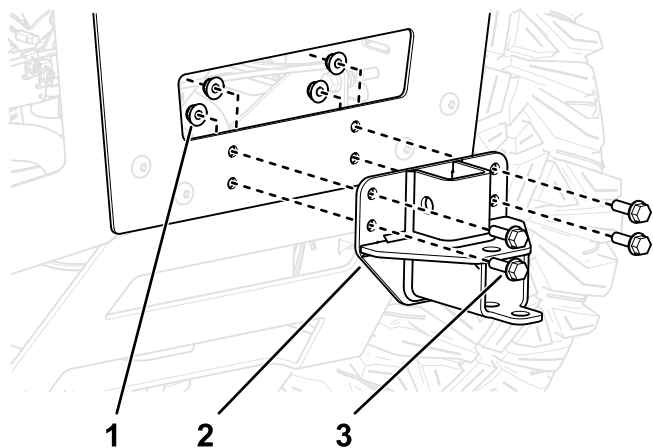

Figura 14
- Montai consola suportului pentru sistemul de colectare la nivelul mainii după cum se arată în Figura 14.